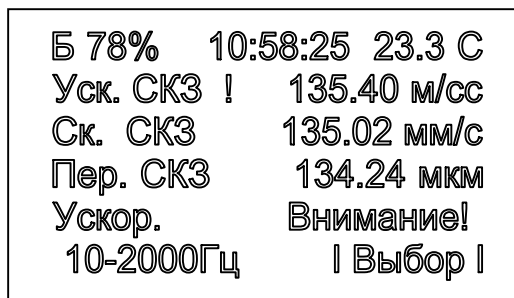

Рис.28
5.3.3.6. При превышении значения виброускорением установленного порога "Предупреждение" на дисплее (рис. 28) высвечиваются соответствующие сообщения: восклицательный знак в строке "Уск." базового режима; "Ускор. Внимание!" в пятой (свободной) строке картинки базового режима. Картинка мигает меняя цвет фона (черный – желтый) и включается излучатель звука (звуковой сигнал).